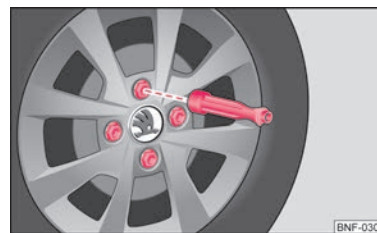

Fig. 105 Hjulskift: Sådan løsnes hjulboltene med skruetrækkerens greb.
- Når bilen er blevet hævet ⇒ Side 124, skal de løsne hjulbolte skrues helt ud med unbrakoformen i skruetrækkerens greb ⇒ Fig. 105.
På et hjul med hjulkapsel skal **låsebolten** være skruet i på position ② ⇒ Fig. 105 – B over for ventilen ①. Ellers kan hjulkapslen ikke monteres.